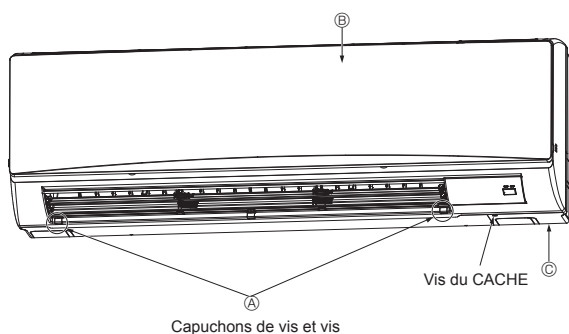

Fig. 6-5
- (1) Retirer les 2 capuchons de vis (A) du panneau frontal (B). Retirer les 2 vis. (Fig. 6-5)
- (2) Maintenir la partie inférieure des deux extrémités du panneau avant (B) et la tirer légèrement vers soi, puis déposer le panneau frontal (B) en le poussant vers le haut.
- (3) Retirer la vis du CACHE (C). (Fig. 6-5)